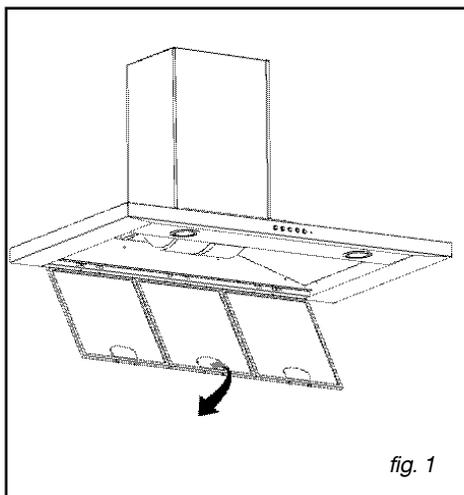

fig. 1
• Démontage du filtre cassette (fig. 1)